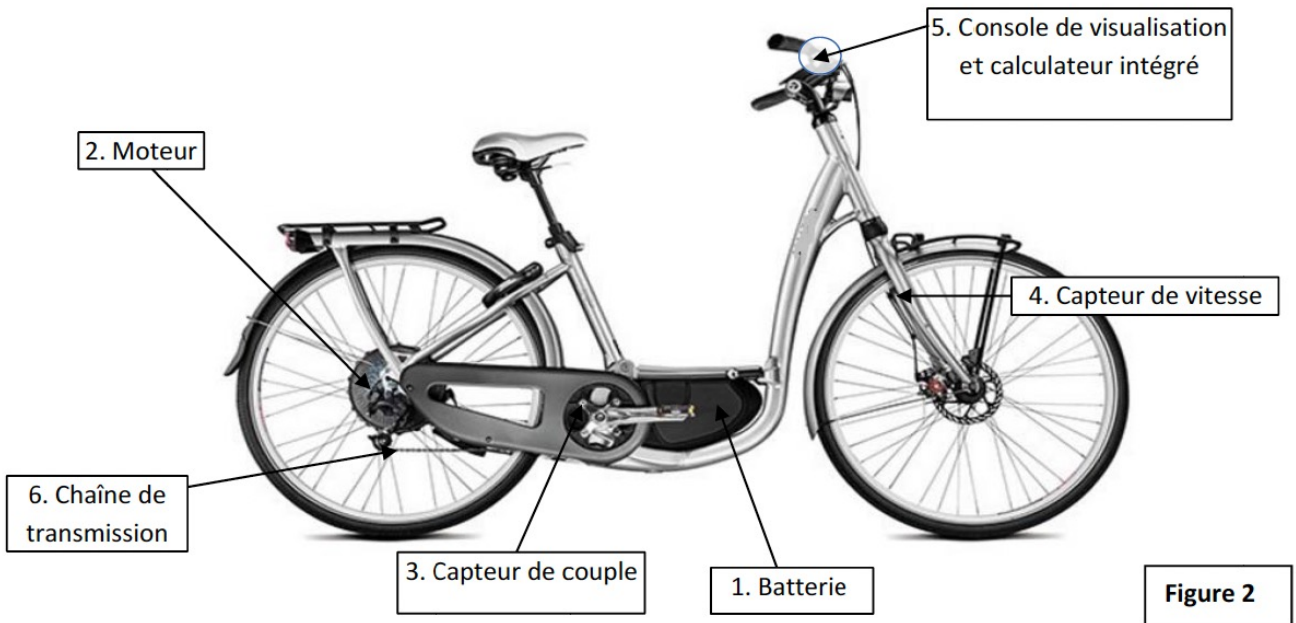

Figure 2
- À partir des valeurs données sur la **figure 2**, **indiquer** les fréquences de rotation en entrée et en sortie du multiplicateur.
Question 2 : À l'aide de la figure 2, **associer** les composants aux fonctions indiquées en complétant le tableau A